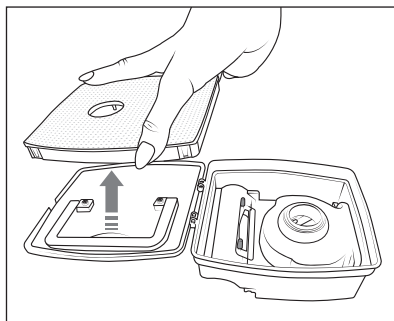

Fig. 9
- 4) Retirez le filtre EPA **7** du couvercle du bac à poussière **12**. (voir figure 9).